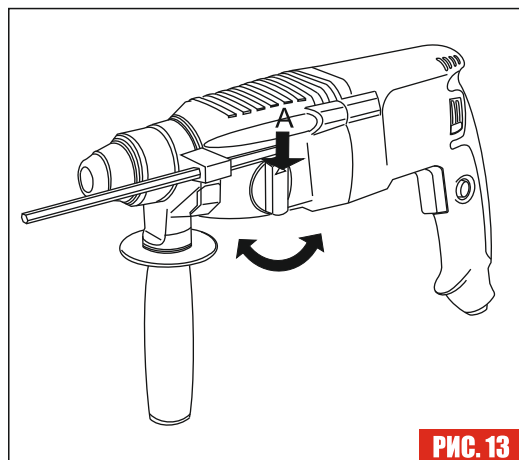

РИС. 13
9.13.Переключение режимов работы (Рис. 13, 14, 15)